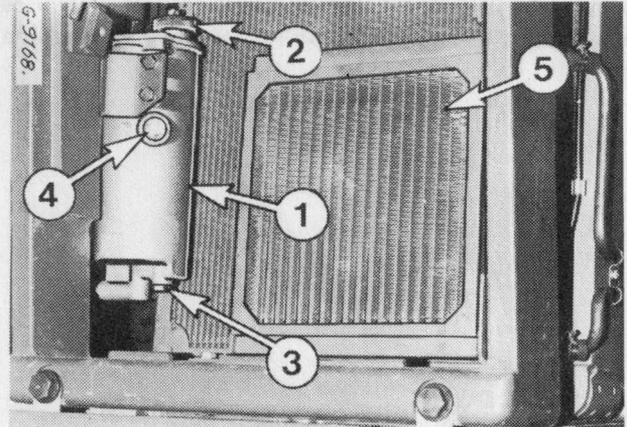
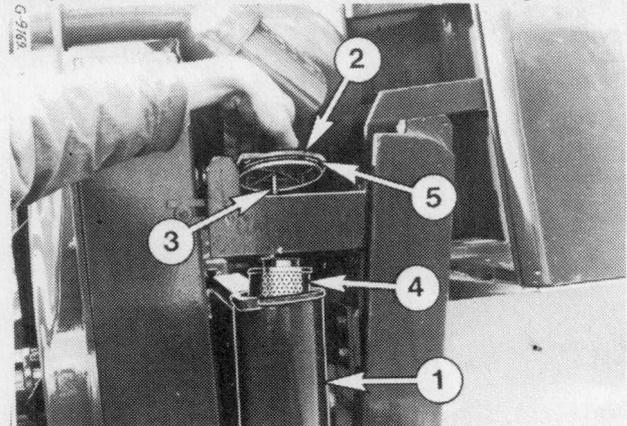

Figure 77
Figure 78
- 3 - Vérifiez le niveau par le regard (4) fig. 77. Le niveau d'huile doit se trouver au dessus de la ligne du regard.
- 4 - Si nécessaire, retirez le filtre reniflard avec la jauge (2). Rajoutez du fluide Hy-tran jusqu'au niveau supérieur de la jauge (2). Observez une propreté très stricte lors de ces opérations.
Enlevez le bouchon de vidange (3) fig. 77 et le couvercle (2) fig. 78. Vidangez l'huile dans un récipient à l'aide d'une goulotte.
NOTE : Remplacez le filtre de reniflard (2) fig. 77 à chaque changement d'huile dans le système.
Enlever le bouchon de vidange (3) fig. 77 et le couvercle (2) fig. 78. Verser l'huile dans un récipient à l'aide d'une goulotte.
- 4 - Amener le levier de commande (2) en position
- 3 - Vérifier le niveau par le regard (4) fig. 77. Le niveau d'huile doit se trouver au-dessus de la ligne du regard